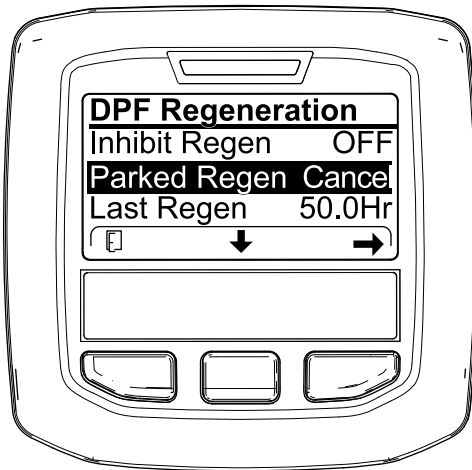
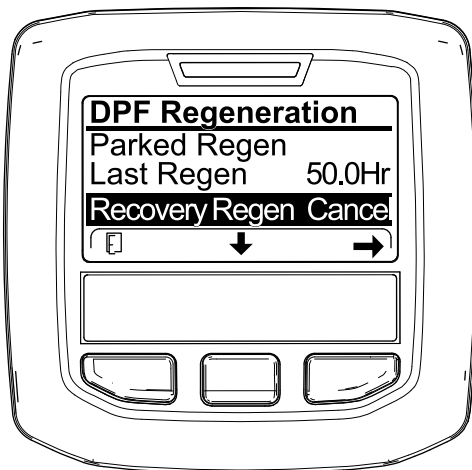

Figura 88
Figura 89
1. Accesezi meniul DPF Regeneration (Regenerare DPF) (Figura 88).
2. Apăsai butonul central pentru a derula în jos către opțiunea PARKED REGEN CANCEL (Anulare regenerare în stare de parcare) (Figura 88) sau opțiunea RECOVERY REGEN CANCEL (Anulare regenerare de recuperare) (Figura 89).
3. Apăsai butonul din dreapta pentru a selecta accesarea Regen Cancel (Anulare regenerare) (Figura 88 sau Figura 89).